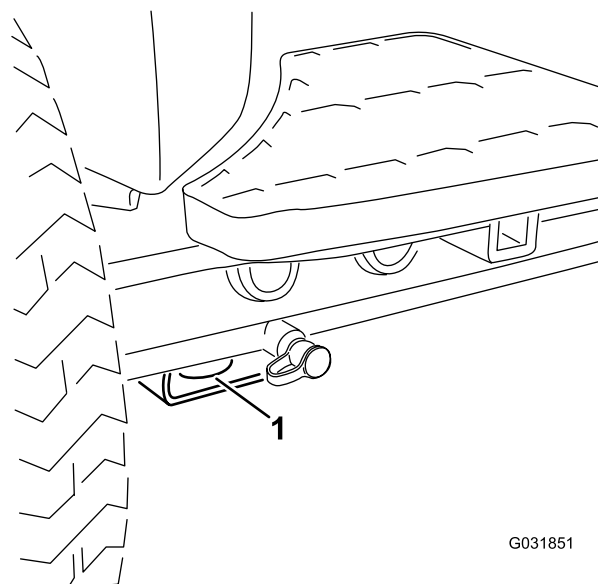
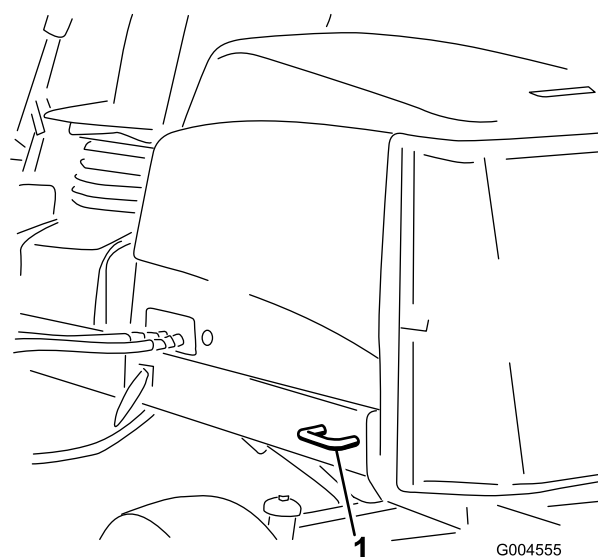

Figura 38
Figura 39
5. Utilizzate gli ancoraggi metallici sulla macchina per fissare saldamente la macchina al rimorchio o all'autocarro per mezzo di cinghie, catene, cavi o corde (Figura 38 e Figura 39).
- Anteriore – Foro nel supporto rettangolare, sotto il tubo dell'assale, all'interno delle ruote anteriori (Figura 38)
- Posteriori – Ogni lato della macchina sul telaio posteriore (Figura 39)